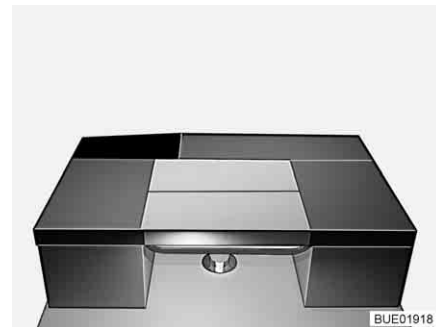

Bild 145 Efter ombyggnaden
- Lägg ryggdynan för sittbänken tvärt över bordet (se Bild 145).